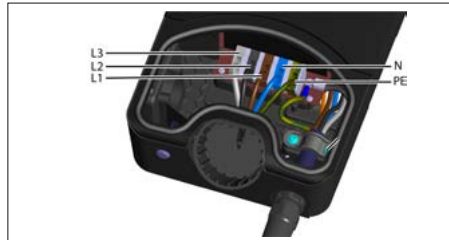

Fig. 04: Übersicht Anschlussklemmen
- ▶ Die Drähte mit den farbkodierten Verbindungsklemmen verbinden (Fig. 04)